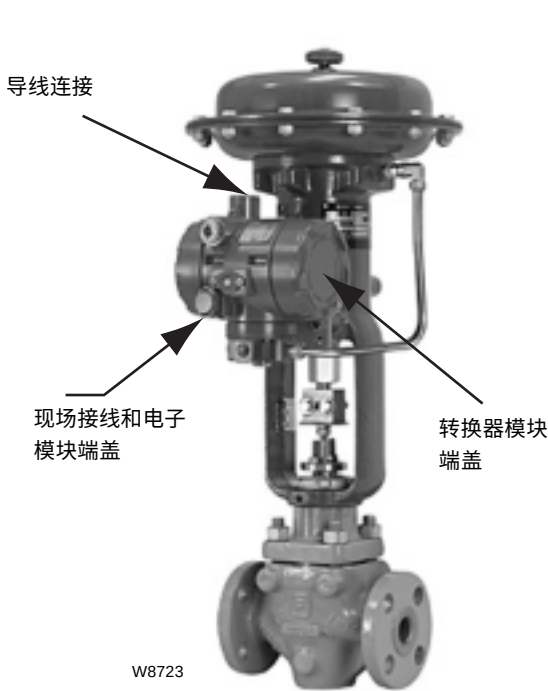

图 3. 安装在尺寸 30 的 667 型滑杆执行机构上的 i2P-100 电—气转换器
转换器（图 3 所示）接收一个 4-20 毫安的直流输入信号，然后按照用户设定的比例输出一个对应的压力信号送往最终控制元件。压力输出范围通常为 0.2-1.0 bar(3-15 psig)和 0.4-2.0 bar(6-30 psig)。采用转换器的典型场合是以气动控制阀组件作为最终控制元件的自动控制回路。转换器的输入信号和输出压力范围注明在外壳的铭牌上。
当转换器作为所订购的控制阀组件的一部分时，工厂会将转换器装配在执行机构上，连接上必须的管道，并按照订单的指定要求对转换器进行调节。图 3 和 4 为典型的安装配置。
1. 拆除电子模块端盖（端盖邻近导线进口，见图 3 和 4）